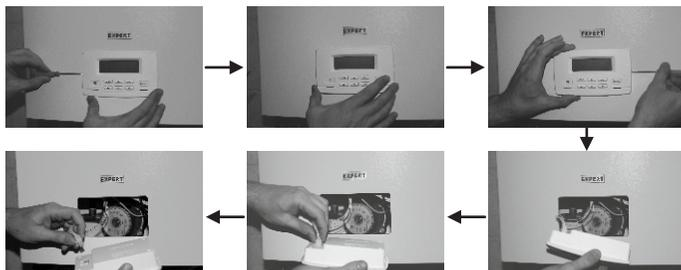

Рисунок 2
4.3 Для подключения прибора и ремонтно-профилактических работ необходимо снять с кожуха (1) панель лицевую (2). Для этого необходимо предварительно снять блок управления (3). Порядок отсоединения блока управления показан на рис. 2.